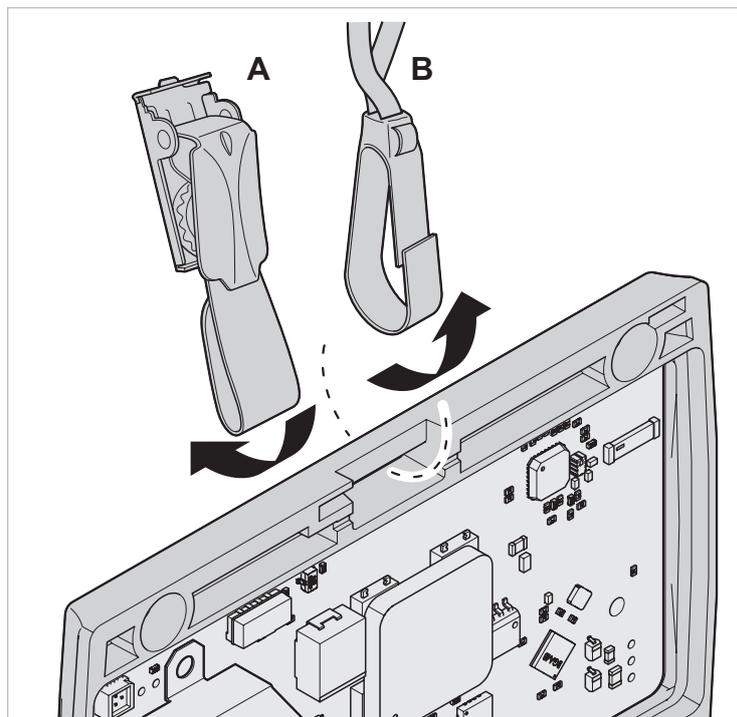
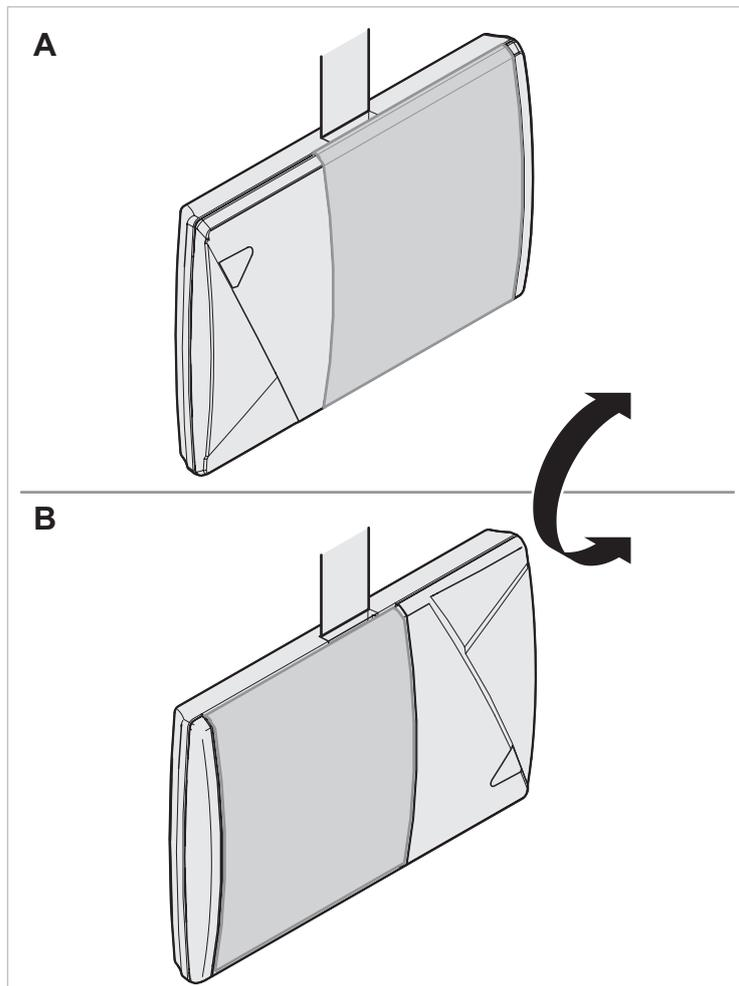

Fig. 4 Badge-Befestigung anbringen
Fig. 5 Anbringen der Befestigung für Rechtshänder/Linkshänder
3. Gewünschte Befestigung durch den Schlitz am Rand des Badge führen (Fig. 4), für Rechts- und Linkshänder angepasst (Fig. 5).
- ▶ Rechtshänder (A, Fig. 5): Befestigung an der oberen Kante des Badge (nahe der LED) anbringen.
- ▶ Linkshänder (B, Fig. 5): Befestigung an der unteren Kante des Badge anbringen. Dazu den Badge umdrehen.